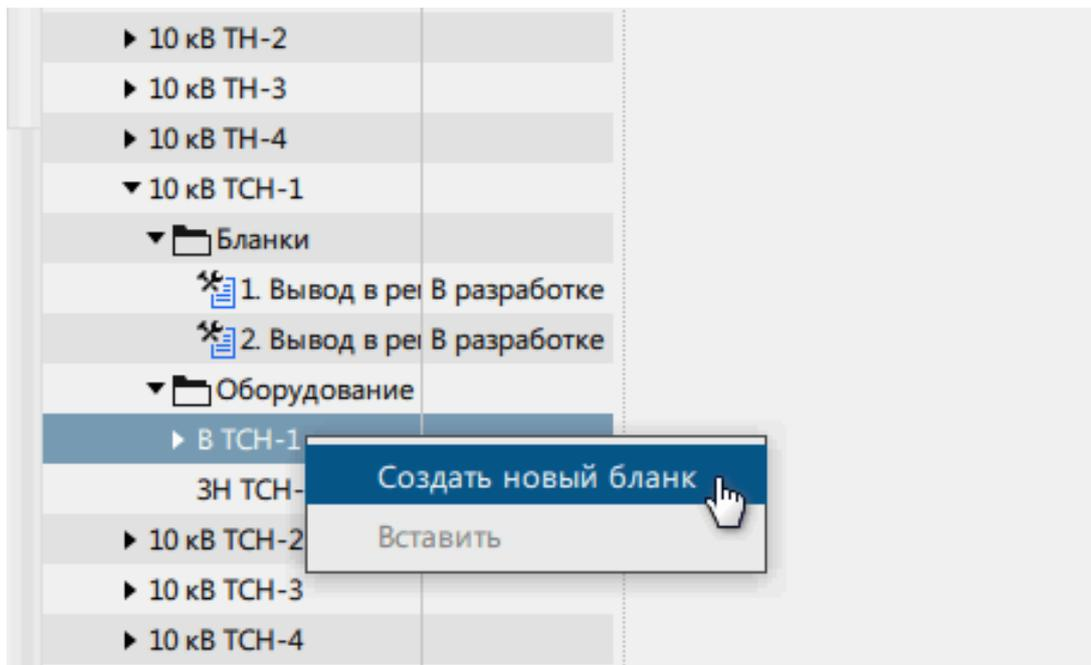

Рисунок 126 - Создание бланка
3. Нажмите *км* по оборудованию и выберите команду **Создать новый бланк** (Рисунок 126). Появится бланк со статусом «В разработке».